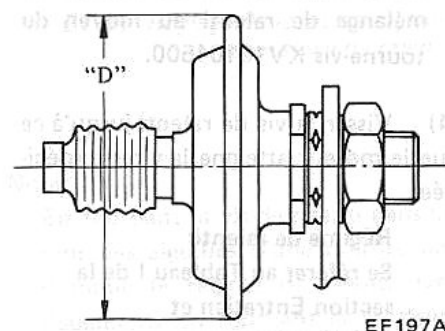

Fig. ET-33 Dimension de "D" des soupapes d'amortissement
- Les grandes soupapes d'amortissement diffèrent des petites soupapes d'amortissement par la dimension de "D", comme cela apparaît sur la Fig. ET-33.